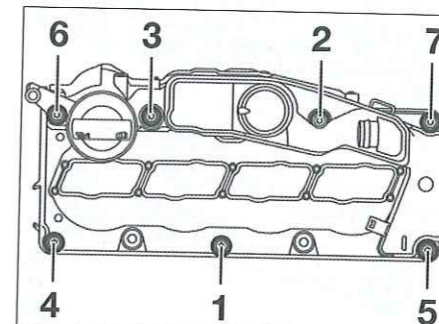

Fig. 64
- Desconectar del turbocompresor el conector del captador de presión de sobrealimentación (Fig.64)
- Desconectar el conector (6) de la válvula de regulación de presión del combustible.
- Desatornillar los tornillos de fijación de la tapa de culata y desmontarla (Fig.64).
- atornillar a mano los tornillos de fijación de la tapa de culata en el orden (1) a (7) (Fig.64).